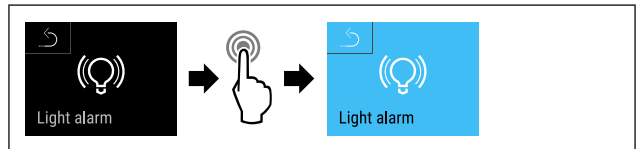

Fig. 151
- ▶ Seguir los pasos de procedimiento (consulte Fig. 151).